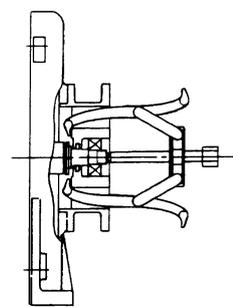

図 3
- (4) ブロワ本体をベースより外す。適当な台に吸込口が上を向くようにブロワを置く(作業中、ブロワを転倒させないように注意してください)。
- (5) ベアリングカバー㉖を外す(間にパッキン㉗があります)。
- (6) ベアリングナット㉘、ベアリングワッシャ㉙を外す。
- (7) 入口側ベアリングボックス㉚を取り付けているネジを外し、プーリ抜きを用いて入口側ベアリング㉛と入口側ベアリングボックス㉚を共に抜く。(図3)